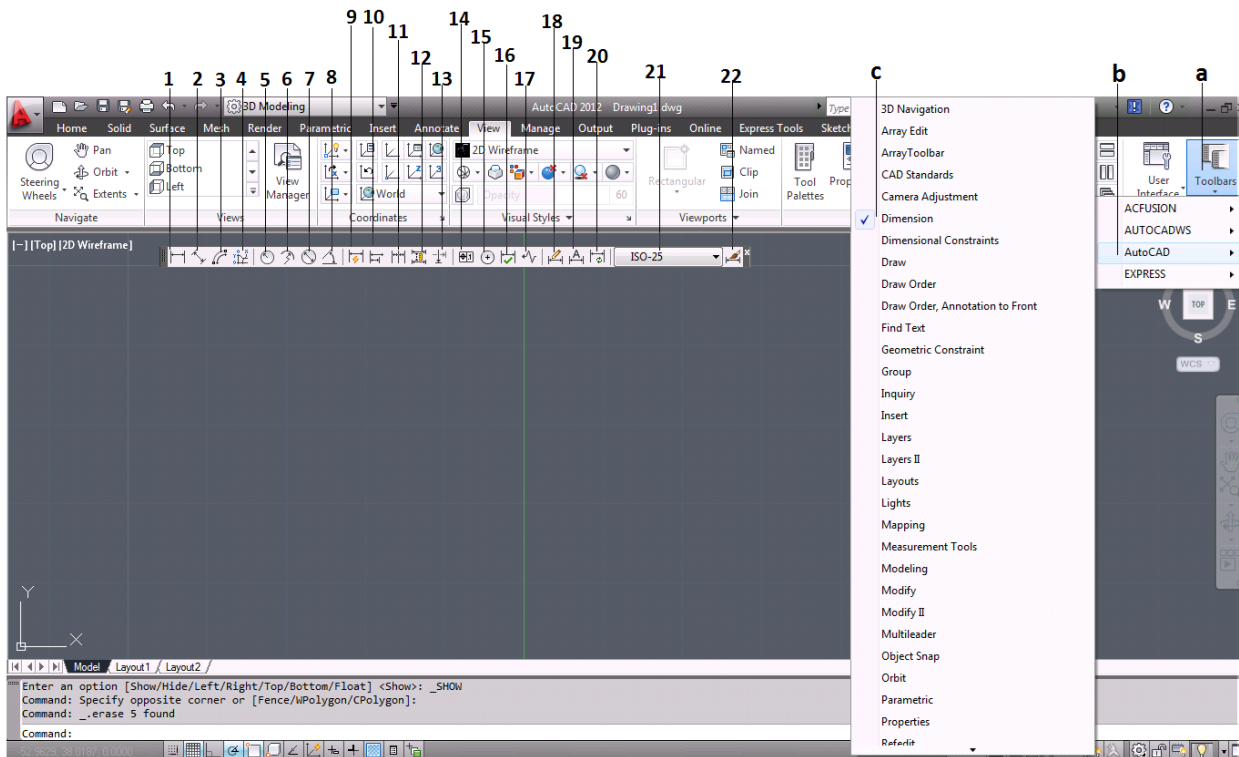

Figura 3.64 Acotado “Barra de Dimensionamiento”
En esta barra se encuentran los iconos para dimensionar un dibujo. Se activa dando clic en la Cinta View, en el icono Barra de Herramientas [Tool Bar] (*figura 3.64 “a”*), en el Menú Cascada se selecciona AutoCAD (*figura 3.64 “b”*), y después se selecciona Dimensión [Dimension] (*figura 3.64 “c”*).
1. Linear [Linear] (*figura 3.64*).
2. Alineada [Align] (*figura 3.64*).
3. Longitud de Arco [Arc Length] (*figura 3.64*).
4. Coordenada [Ordinate] (*figura 3.64*).
5. Radio [Radius] (*figura 3.64*).
6. Con Recodo [Jogged] (*figura 3.64*).
7. Diámetro [Diameter] (*figura 3.64*).
8. Angulo [Angular] (*figura 3.64*).
9. Cota Rápida [Quick Dimension] (*figura 3.64*).
10. Línea de Base [Base Line] (*figura 3.64*).
11. Continua [Continue] (*figura 3.64*).
12. Separación entre Cotas [Dimension Space] (*figura 3.64*).
13. Espacio entre Cotas [Dimension Break] (*figura 3.64*).
14. Tolerancia [Tolerance] (*figura 3.64*).
15. Marca de Centro [Mark Center] (*figura 3.64*).
16. Inspección [Inspection] (*figura 3.64*).
17. Recodo Linear [Jogged Linear] (*figura 3.64*).
18. Editar Cota [Dimension Edit] (*figura 3.64*).
19. Editar Texto de Cota [Dimension Text Edit] (*figura 3.64*).
20. Actualizar Cota [Dimension Update] (*figura 3.64*).
21. Control de Estilo de Cota [Dimension Style Control] (*figura 3.64*).
22. Estilo de Cota [Dimension Style] (*figura 3.64*).